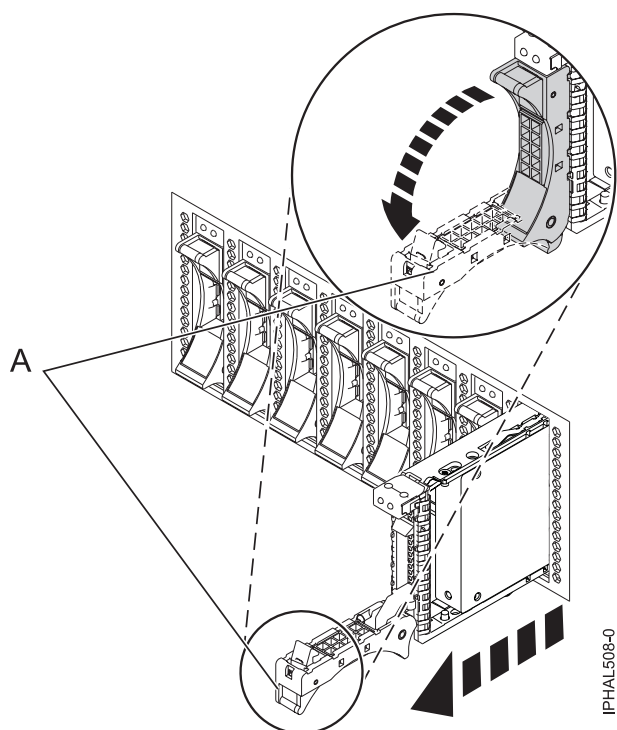

Figura 6. Extracció de la unitat de disc de la placa posterior
- 1) Desbloquegeu la nansa de la unitat de disc (A) estirant-la per desconnectar la unitat de disc.
- 2) Col·loqueu una mà sota la unitat de disc i estireu amb compte la unitat fora del sistema tal com es mostra a la Figura 6 a la pàgina 8.